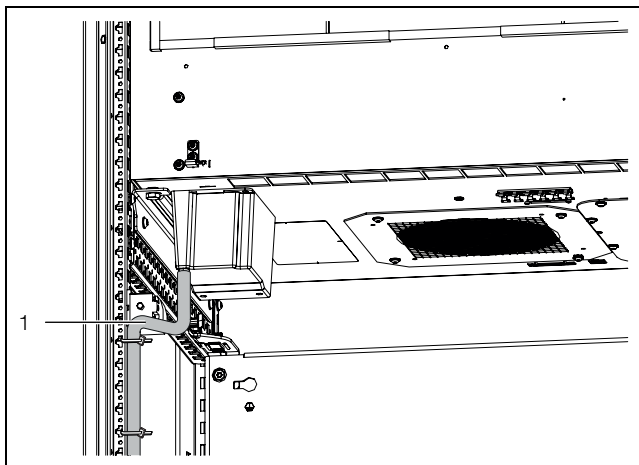

Fig. 12: Esempio di posa del tubo flessibile
- Se la soluzione integrata è montata sul sistema zoccolo VX, disponibile come accessorio, posare il tubo di scarico verso il basso secondo l'indicazione precedente, attraverso il fondo, all'esterno dell'armadio (fig. 12).